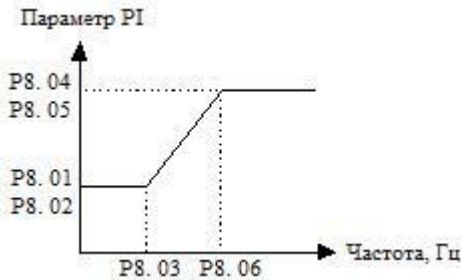

Рисунок 5.8.1 Принципиальная схема параметров PI
- ◆ P8.01 и P8.02 являются параметрами регулировки PI, когда рабочая частота меньше частоты переключения 1 (P8.03). P8.04 и P8.05 являются параметрами регулировки PI, когда рабочая частота больше частоты переключения 2 (P8.06). Параметр PI между частотой переключения 1 и частотой переключения 2 является линейным с переключением двух групп параметров PI, как показано на Рис. 5.8.1.